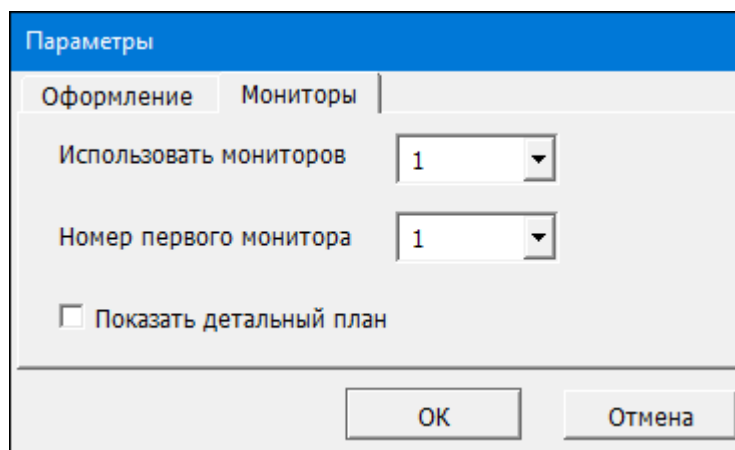

Рис. 3.34 Окно параметров <Мониторы>
3. При двойном щелчке «мышью» на строку с названием объекта выводится окно зависимости состояния объекта от ТС (Рис. 3.34).